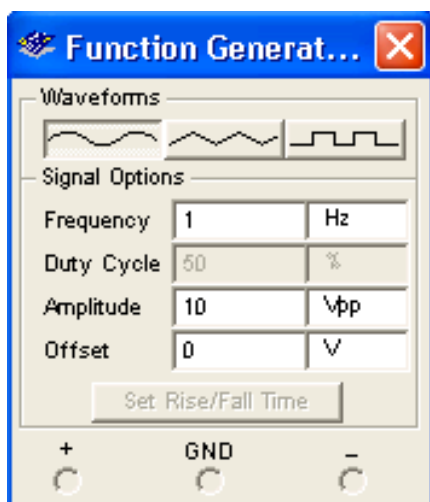

Рис. 3. Функциональный генератор
**Функциональный генератор.** Лицевая панель функционального генератора показана на рис. 3. Управление генератором осуществляется следующими органами управления: